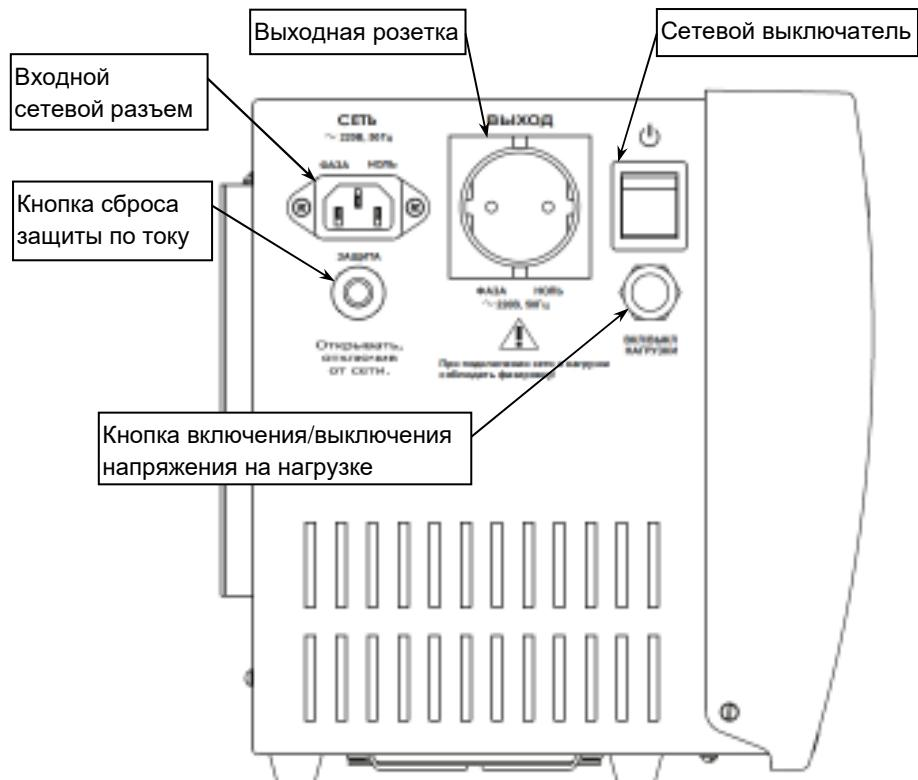

Рисунок 2 — Вид изделия слева
На левой стенке корпуса изделия размещены: входной сетевой разъем, автоматический предохранитель с кнопкой сброса защиты при его срабатывании, выходная розетка, сетевой выключатель и кнопка включения/выключения выходного напряжения на нагрузке (см. рисунок 2).
- Включить изделие, установив сетевой выключатель в положение «ВКЛЮЧЕНО» (I). При наличии входного сетевого напряжения в допустимом диапазоне (см.п.2 таблицы 1), изделие включит графический индикатор, заряд АКБ и подаст напряжение на нагрузку в режиме «ОСНОВНОЙ»;
- Чтобы выключить изделие, необходимо установить сетевой выключатель изделия в положение «ВЫКЛЮЧЕНО» (O) и длительно (до звукового сигнала) нажать кнопку включения/выключения напряжения на нагрузке (см. рисунок 2). Изделие выключит графический индикатор, заряд АКБ и напряжение на нагрузке.
Длительно, до звукового сигнала нажмите кнопку (см. рисунок 2) изделие выключит выходное напряжение, все сегменты индикатора погаснут.
Переключите сетевой выключатель в положение «ВЫКЛЮЧЕНО» (О). Длительно, до звукового сигнала нажмите кнопку (см. рисунок 2). Прозвучит четырехкратный бип-сигнал, сегмент  индикатора включится, изделие перейдет в режим питания нагрузки от АКБ («РЕЗЕРВ»).